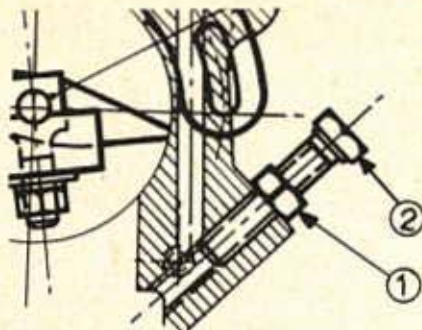

Figure 8
- Le réglage du ralenti s'effectue en agissant uniquement sur la vis by pass n° 2 pour obtenir un régime moteur de 750 à 800 tr/mn (fig. 8).